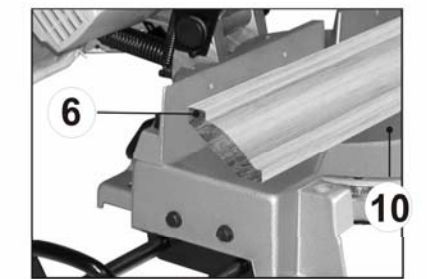

Рис.23
12.7.1. Существуют несколько методов пиления профиля с помощью этой пилы. Метод, показанный на Рис. 23, показывает контактные поверхности (поверхности, примыкающие к потолку и стене) плотно прижатыми к фронтальному упору (6) и столу пилы (10), Рис.23.